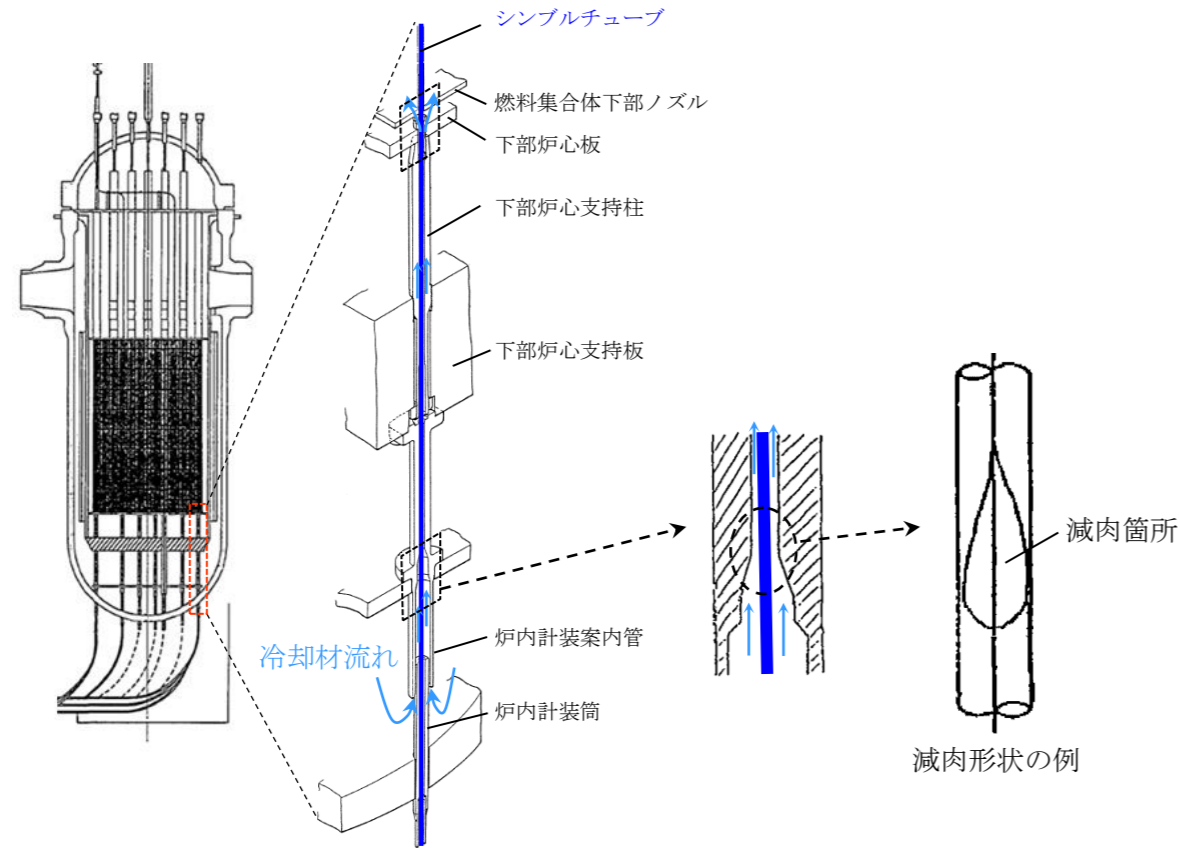

図 1 シンプルチューブの流動振動による摩耗減肉
- 想定劣化事象：シンプルチューブの流動振動による摩耗減肉（図 1）